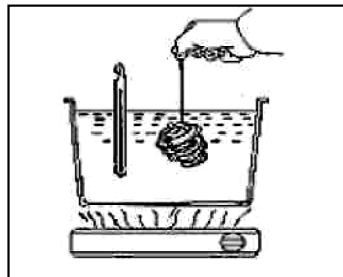

Рис. 119
(1) Проверьте температуру открывания термостата (Рис.119);